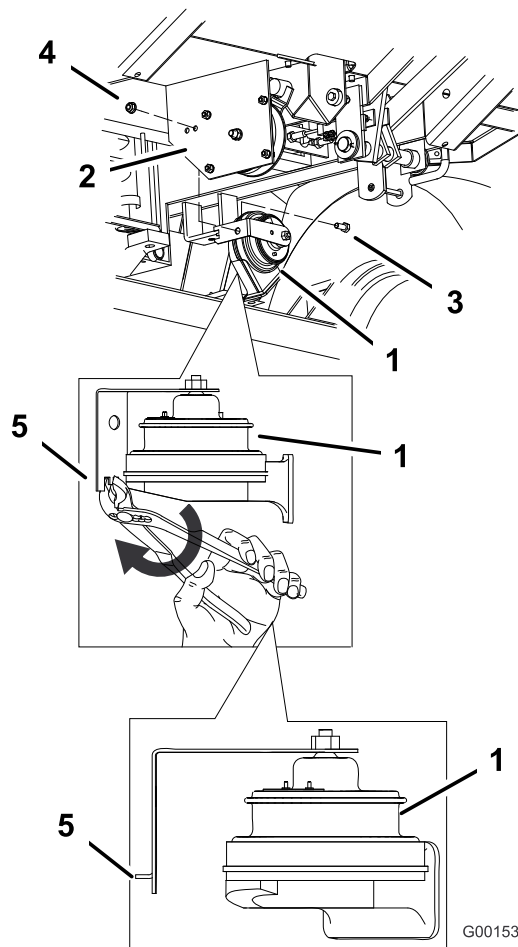

Figura 4
- Dobre a patilha do meio na extremidade do suporte num ângulo de 90 graus (Figura 4).
- Instale a patilha dobrada no furo posterior perfurado previamente. Prenda a buzina na placa da embraiagem utilizando um parafuso (5/16 x 3/4 pol.) e porca flangeada (5/16 pol.) (Figura 4).